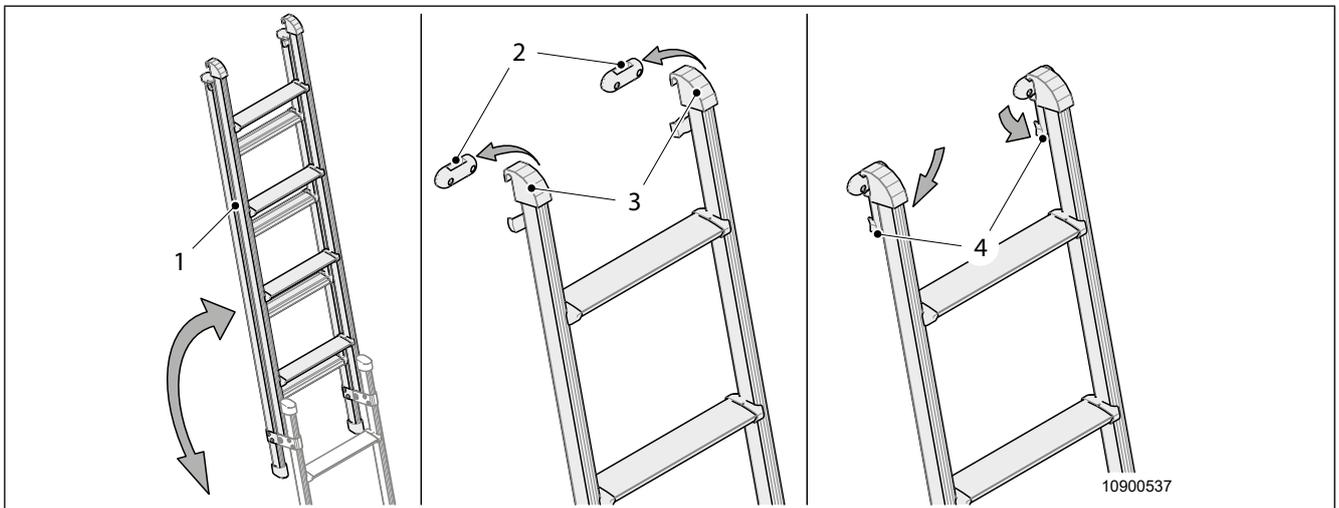

Abb. 36 Leiter einhängen
1. Leiter (Abb. 36, Pos. 1) vollständig ausklappen.
2. Leiter in die Leiterhalterung (Abb. 36, Pos. 2 und 3) am Dachrahmen einhaken und die Arretierungen (Abb. 36, Pos. 4) schließen.